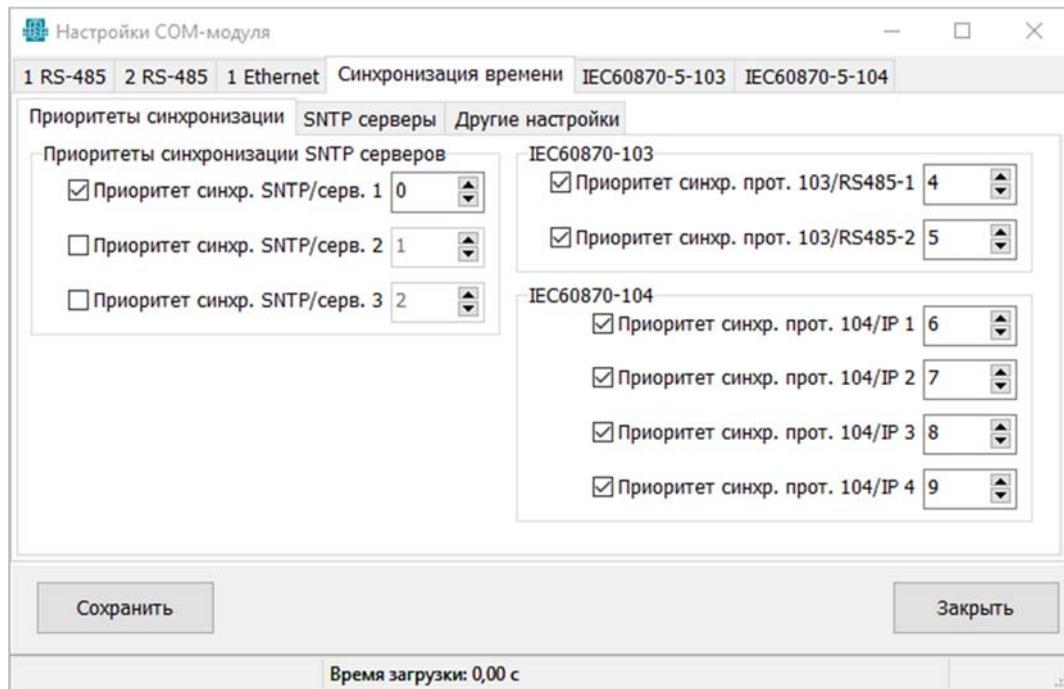

Рисунок 13 – Окно настройки источников синхронизации
Устройство поддерживает синхронизацию времени по протоколам *SNTP*, *МЭК60870-5-103* и *МЭК60870-5-104*. В модулях *COM-30-LE (LO)* можно настроить до восьми источников синхронизации. На (Рисунок 13) показано окно настройки источников синхронизации и их приоритетов. Синхронизацию по каждому источнику можно включить/отключить. Для каждого источника синхронизации можно задать приоритет от 0 до 31, где 0 – самый высокий приоритет, а 31 – самый низкий.